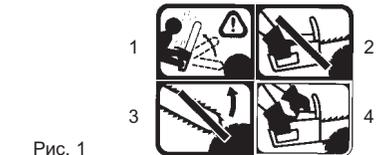

Рис. 1
• ЧТО ОБОЗНАЧАЮТ СИМВОЛЫ И ЦВЕТА (РИС. 1)